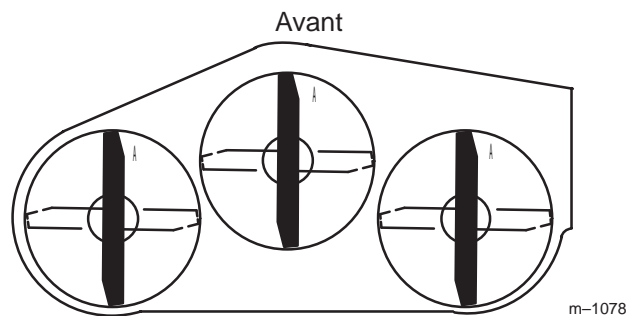
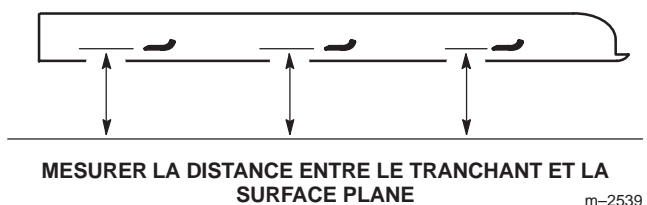

Figure 33
Figure 34
1. Tournez les lames pour qu'elles soient toutes dirigées dans le sens longitudinal (Fig. 33). Mesurez la distance entre la surface plane et le tranchant (position A) des lames (Fig. 34) et notez cette valeur.